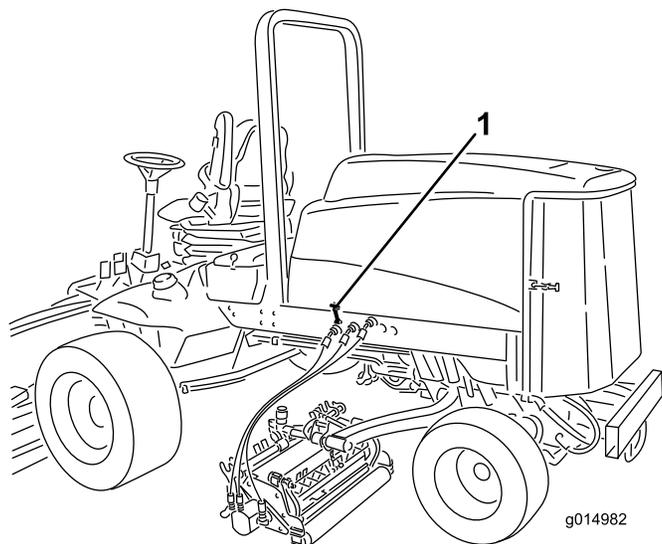

図 48
1. ラッチ (図 48) を外し、フードを回転させて開く。